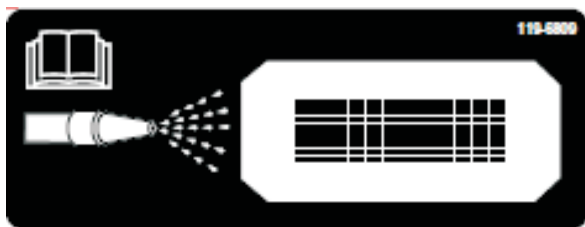
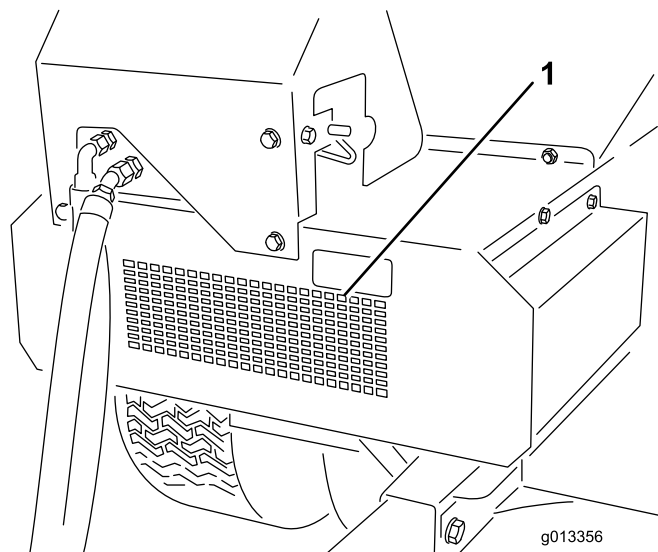

Figura 51
Figura 52
10. Individuate sulla parte frontale del ProPass l'adesivo di pulizia (Figura 51) e con un tubo da giardino spruzzate acqua attraverso la grata di protezione anteriore fino a quando la vaschetta è risulta completamente pulita (Figura 52).